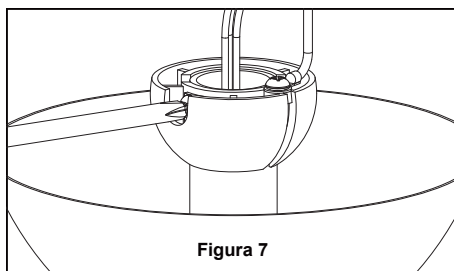

Figura 7
7. Vuelva a colocar la semiesfera en el barral como se indica a continuación. Pase los cables de marrón, azul, rojo, gris y amarillo a través de la semiesfera. Pase el pasador a través de los dos orificios en el barral y alinee la semiesfera de modo que el pasador quede atrapado en la ranura de la parte superior de la misma. Empuje la semiesfera hacia arriba, bien ajustada contra el pasador. Ajuste firmemente el tornillo de fijación en la semiesfera. Si el tornillo de fijación está flojo, podría provocar oscilación del ventilador. (Figura 7)